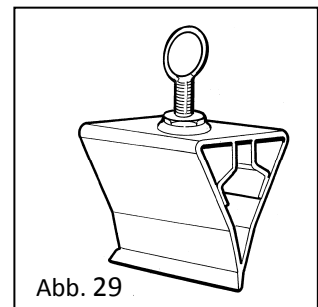

Abb. 29
**Dies gilt ebenso für die Messerverbreiterung 60°, auf Anfrage erhältlich. (Abb. 29)**